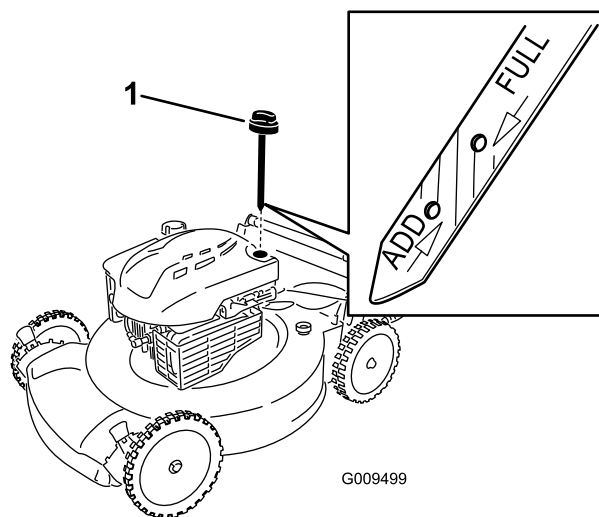

Рисунок 22
6. Извлеките щуп из маслозаливной горловины (Рисунок 22).